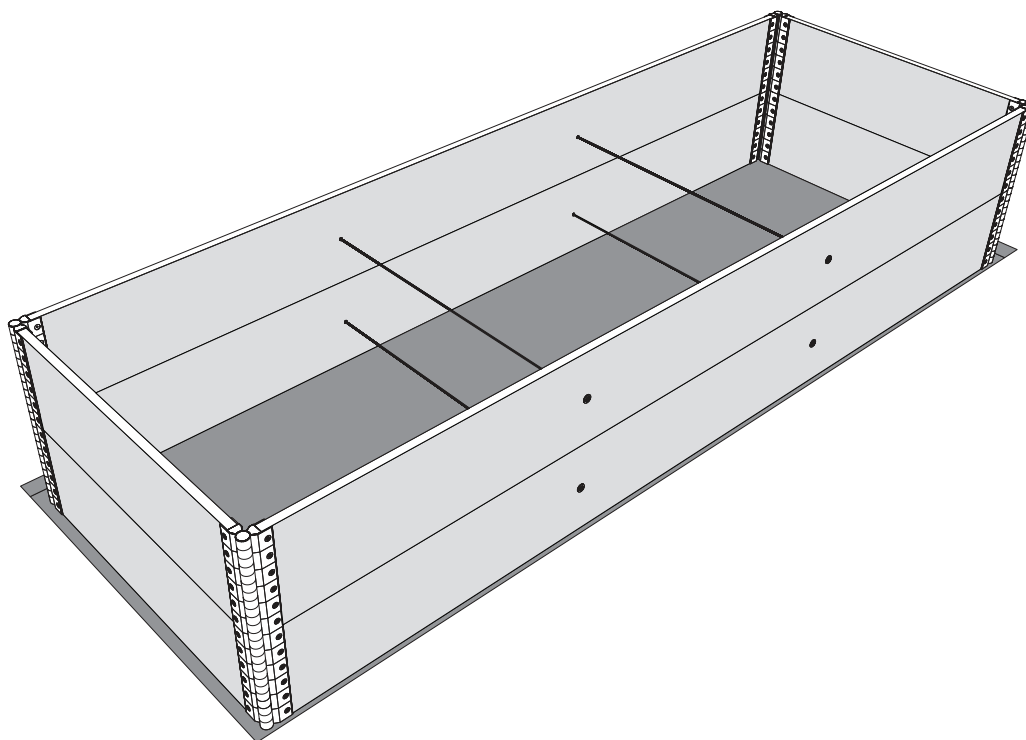

Рис. 12
9. При монтаже высокой грядки с вторым уровнем каркаса длиной более 1 метра, также устанавливаем стяжки для грядочной доски с шагом не более 1000 мм, как указано в п.7 (рис.12).